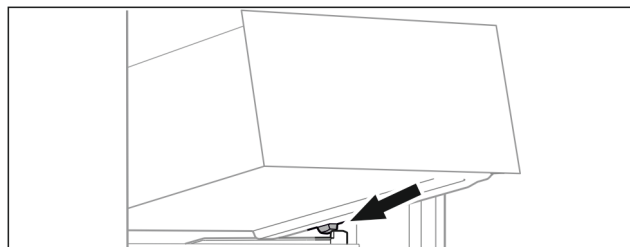

Fig. 96
- ▶ Nasaďte zásuvku šikmo za zářáčky na žebrování na nádoby. (viz Fig. 96)